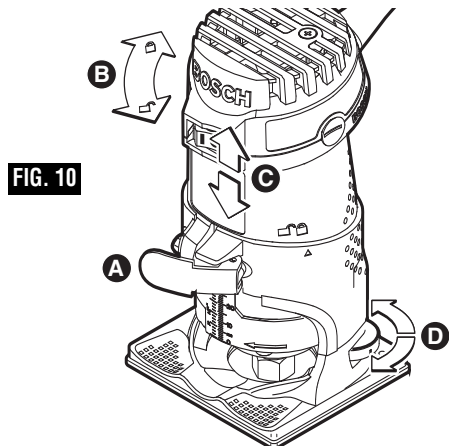

FIG. 10
3. Abra la palanca de fijación. Fig. 10(A)
4. Gire el motor aproximadamente 1/4" en el sentido de las agujas del reloj de modo que el triángulo único ubicado en la base se alinee con el símbolo de "desbloqueado" ubicado en el motor. Fig. 10(B) (Asegúrese de que la indicación de la base esté alineada con la línea ubicada debajo del símbolo de "desbloqueado" situado en el motor. De lo contrario, la fresadora puede resultar dañada.)
5. Baje lentamente el motor hasta que la broca de fresadora toque la pieza de trabajo. Fig. 10(C)
7. Baje el motor hasta que se alcance el valor de la escala objetivo. Fig. 10(C)
8. Gire el motor en el sentido de las agujas del reloj aproximadamente 1/4" hasta que el triángulo único se alinee con el símbolo de "bloqueado". Fig. 10(B)
9. Cierre la palanca de fijación. Asegúrese siempre de que el motor quede firmemente sujeto en la base. Fig. 10(A) (La tensión de la palanca de fijación se puede cambiar reajustando la tuerca.)
1. Abra la palanca de fijación. Fig. 10(A)
2. Ajuste la profundidad de corte deseada con la rueda estriada ubicada en la parte trasera de la base. Fig. 10(D)